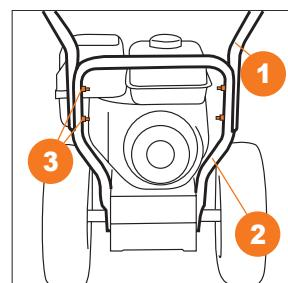

Рис. 3
- Соедините панель оператора ① с нижней частью рукоятки ② с помощью четырех болтов, шайб и гаек ③ (Рис. 3).